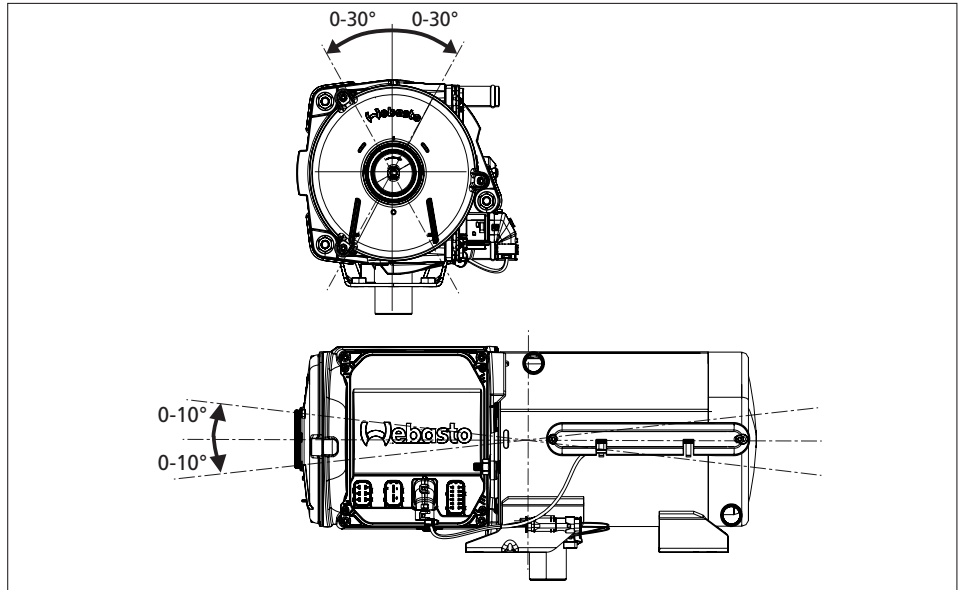

Fig. 06: Angle d'inclinaison admissible
- ▶ Respecter les angles d'inclinaison admissibles, voir Fig. 06.